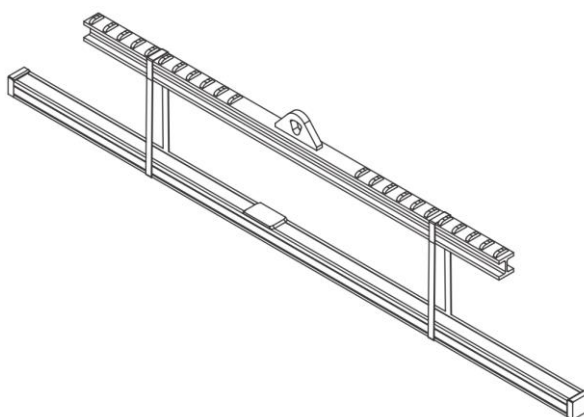

図 4.2.1 吊り上げと輸送 - ここではリニアモーターシステムの場合
- ◆ 輸送装置を使用してリニアモーターシステムを持ち上げます！ (図 4.2.1)
- ◆ リニア軸を輸送するには、A および B で指定された点でリニア軸を吊り上げます (図 4.2.1)。